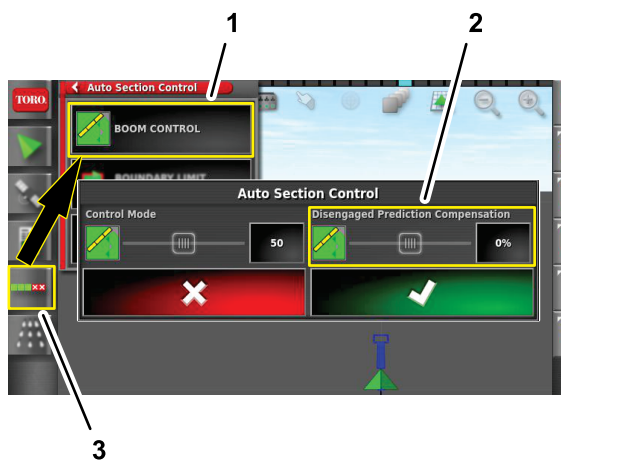

Bild 109
1. Tippen Sie auf das Symbol für die AUTOMATISCHE ABSCHNITTSTEUERUNG (Bild 109).
2. Tippen Sie auf das Symbol für die AUSLEGERSTEUERUNG (Bild 109).